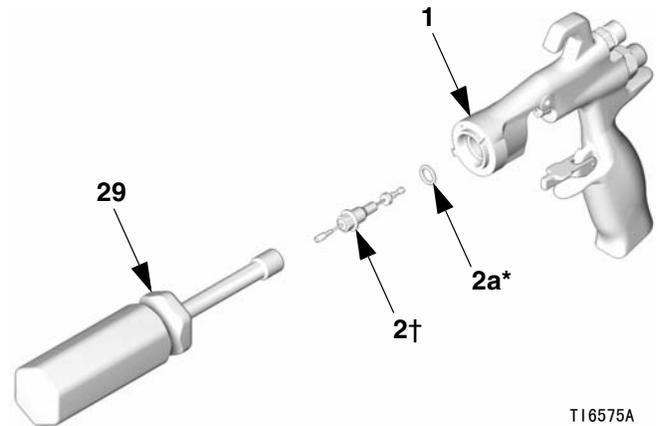

图 42
5. 小心地将阀轴 (9) 的细端插入空气阀 (8*) 内。
6. 安装两个弹簧 (15 和 19) 将弹簧端帽 (11) 拧入枪体的后部。用 210-220 磅英寸 (24-25 牛·米) 的扭力拧紧。
7. 在枪针组件的 O 形圈上和推过密封的轴段上涂一薄层润滑油。O 形圈 (2a*) 一定要在枪体 (1) 中就位。
8. 将流体枪针组件 (2) 插入喷枪的前部。用螺母起子 (29) 将流体枪针组件拧入枪体 (1), 用 50-60 磅英寸 (6-7 牛·米) 的扭力拧紧。见图 42。